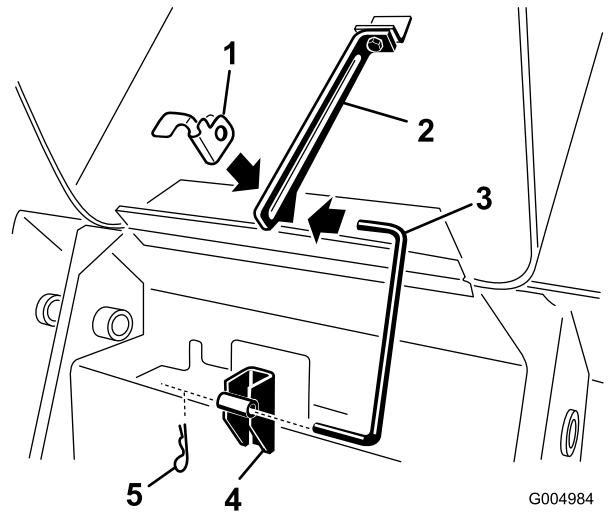

Figura 41
3. Retire el pasador de horquilla del extremo inferior de la varilla de soporte del capó y retire la varilla de los soportes de retención y de la pestaña (Figura 41).
7. Instale la varilla en los soportes de retención y la pestaña, y fíjela con el pasador de horquilla (Figura 41).